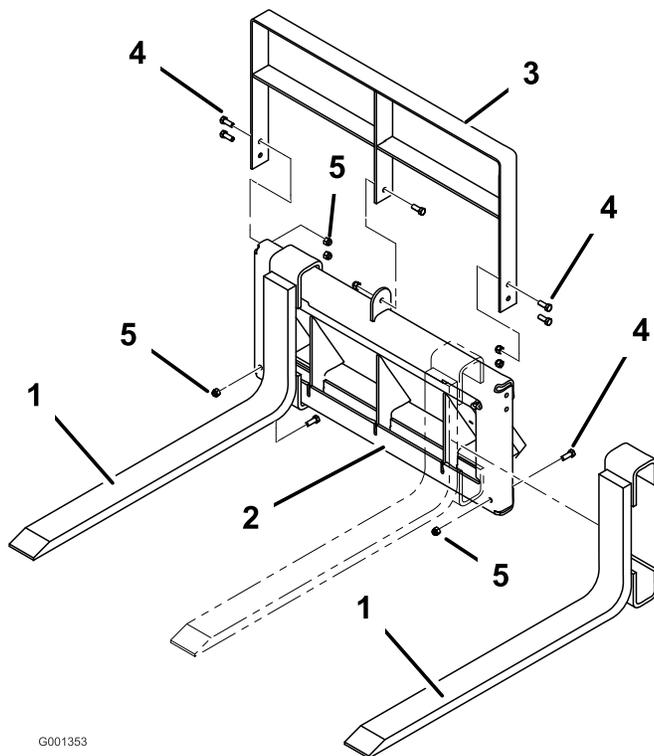

Figure 3
1. Montez la fourche sur le cadre réglable comme montré à la Figure 3 et fixez chaque bras au moyen d'un boulon ($\frac{3}{8}$ x 1 po) et d'un contre-écrou ($\frac{3}{8}$ po).
2. Montez le cadre de fourche supérieur par dessus l'ensemble comme montré à la Figure 3 et fixez le cadre supérieur au moyen de 5 boulons ($\frac{3}{8}$ x 1 po) et de 5 contre-écrou ($\frac{3}{8}$ po).